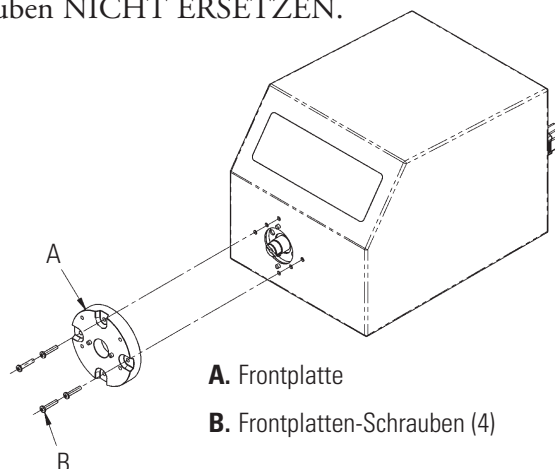

Abbildung 4-3. Inspektion der Wellendichtung
2. Die vier (4) Schrauben (siehe Abbildung 4-3, B), mit denen die Frontplatte (Abbildung 4-3, A) an den Antrieb befestigt ist, entfernen, und die Frontplatte vom Antrieb abnehmen. Sie können 8-32 er Schrauben in die Pumpenmontagelöcher einstecken, um die Frontplatte damit abziehen. Die Schraube (B) für Schritt 8 behalten. Die Schrauben NICHT ERSETZEN.
8. Schieben Sie die Frontplatte über die Welle und die Stifte in der angegebenen Richtung. (4 Konfigurationen, von denen jede 90 Grad Drehung von der anderen entfernt ist, sind möglich.) Bringen Sie die in Schritt 2 (Abbildung 4-3) entfernten vier (4) Schrauben wieder an.